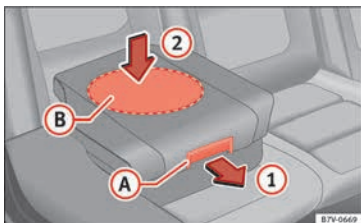

Abb. 98 Integrierter Kindersitz: Sitzpolster zurückklappen.
- Sitzpolster am Entriegelungshebel » Abb. 98 A in Pfeilrichtung 1 nach vorn ziehen.
Beim Zurückklappen des integrierten Kindersitzes nur in der Mitte auf das Sitzpolster drücken » Abb. 98 2. Andernfalls kann sich das Sitzpolster verkanten und nicht sicher einrasten.